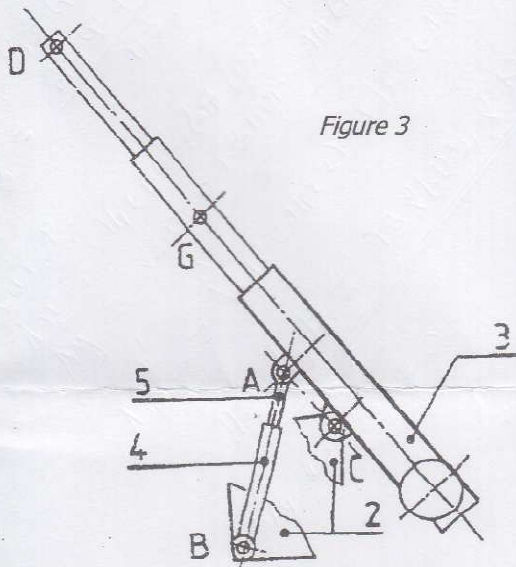

Figure 3
- La flèche se trouve dans la position de la figure 3 ci-contre et la charge **Q** est nulle : compléter le tableau bilan des forces. (1pt)
- Appliquer le principe fondamental de la statique à l'équilibre de la poulie **H** et déterminer le module de l'action dans chaque brin du câble. (Voir Fig. 3) (1,5pts)